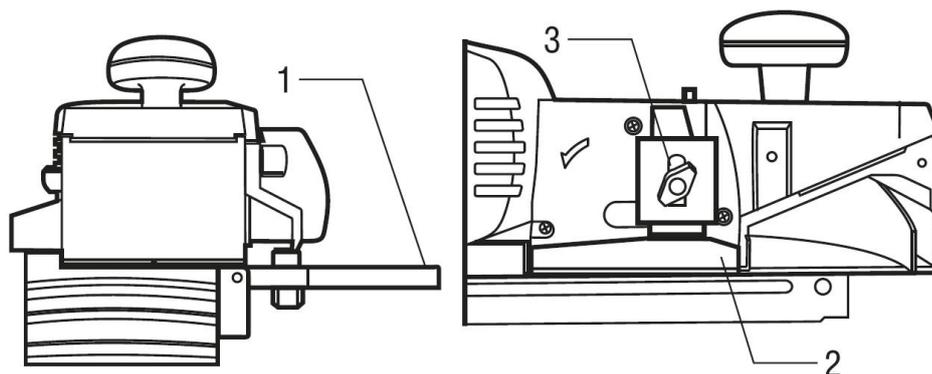

Рис. 6
- Для этого необходимо сдвинуть направляющую (1) (См. Рис.6) относительно кромки ножа на величину, соответствующую ширине фальца.
- Требуемая глубина выборки фальца устанавливается положением упора (2). Регулировка глубины осуществляется с помощью винта (3) (См. Рис.6). Для контроля глубины среза, в комплекте с рубанком предусмотрен специальный уровень. Установите его на корпус рубанка, выставите на нем необходимое значение глубины, зафиксируйте положение барашковой гайкой.